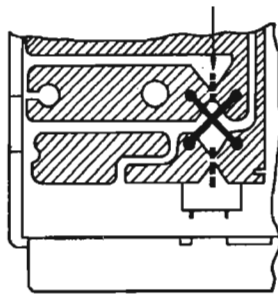

FIG. 2
Lorsque — lors du montage de l'appareil dans la voiture — toutes les connexions désirées et nécessaires sont établies, effectuer après la fixation de l'appareil — mais avant la mise en place du cadran — l'alignement de l'antenne télescopique de la voiture. Le trimmer antenne pourra alors être aligné, au moyen d'un petit tournevis, à une puissance maximale, ceci par l'intermédiaire d'un axe visible sur la face avant gauche, à proximité de la touche L (GO) (fig. 2).